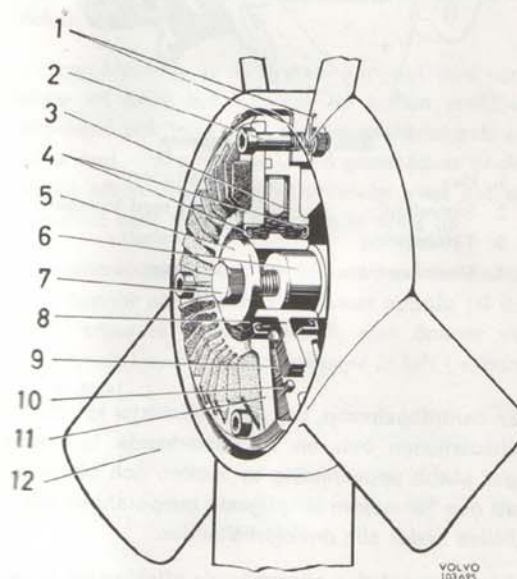
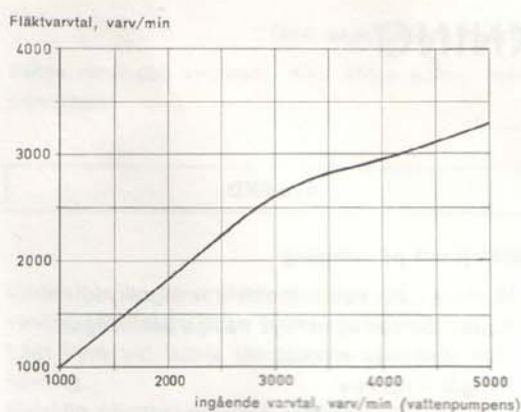

Bild 125. Flätkoppling
Bild 131. Kurva för flätkopplingens slirning
Motor B 20 A är försedd med fast fläkt. B 20 B är försedd med en varvtalsreglerad fläkt (gäller ej i vagn 1300 och 1800, som har fast fläkt) en s.k. flätkoppling (se bild 125), vars funktion är att ge fläktbladen en lägre hastighet genom slirning vid höga motorvarvtal. Se bild 131. Fläktbladen, som är fem till antalet, är osymmetriskt placerade vilket ger en låg ljudnivå. Flätkopplingen består av huset (11, bild 125) vari plastfläktbladen (12) är fästa med skruv (2). Huset (11) som består av två halvor är ej delbart ur reparations synpunkt utan flätkopplingen byts komplett. Navet (8) är anslutet med lätt passning på vattenpumpens medbringare (6) och låses med centrumskraven (7). Navet är försett med slirskiva av friktionsmaterial (9) omgivet av olja. Vid tomgång och låga varv är slirningen obetydlig
vilket gör att fläkten ger en luftström för god kylning. Då det ingående varvtalet (vattenpumpens) överstiger ca 2600 varv/min ökar slirningen (jmf bild 131) och ett max.-varvtal av 3000–3500 varv/min erhålles på fläkten. Detta gör att ljudvinån från fläkten blir låg jämfört med en fläkt som har samma höga varvtal som vattenpumpen. Jämfört med en fast fläkt blir effektförlusten mindre för flätkopplingen.
Flätkopplingens funktion kan kontrolleras med ett stroboskop med variabel blinkfrekvens. Gör ett märke på fläkten och ett på vattenpumpens remskiva. Sök varvtalsförhållandet mellan fläkt och remskiva med stroboskopet. Fläktvarvtalet skall följa vattenpumpens varvtal enligt kurvan på bild 131.